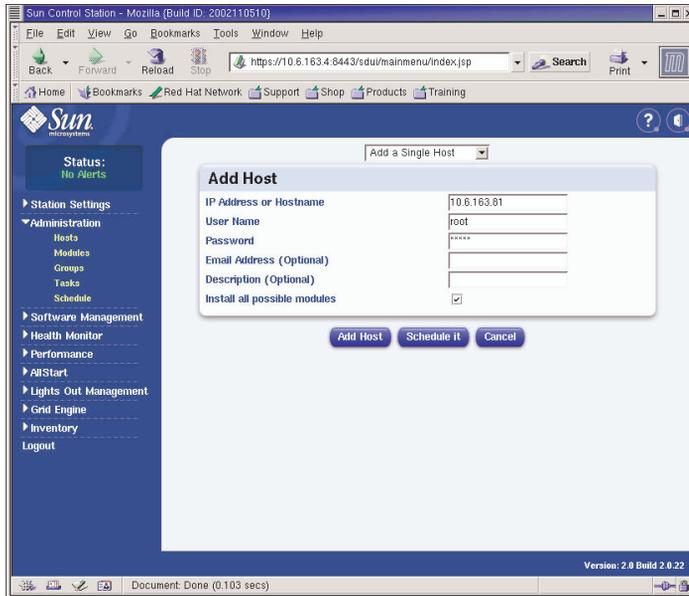

FIGURE 2-26 Fenêtre Add Host
3. Attribuez dans cette fenêtre les paramètres du nœud que vous définissez comme hôte géré par SCS. Voir l'exemple de la FIGURE 2-26.